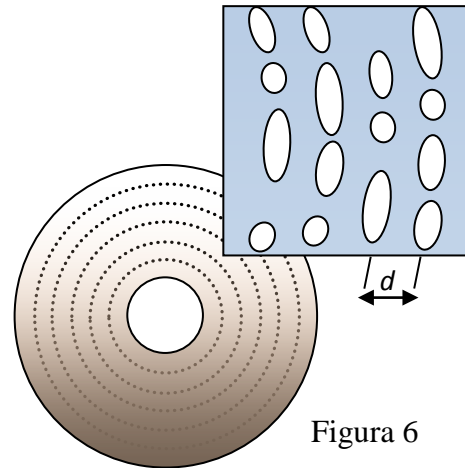

Figura 6
Als discs òptics (CD, DVD o blu-ray), com el que es mostra a la figura 6, la informació s'emmagatzema digitalment mitjançant una sèrie de petites cavitats de centenars de nanòmetres de longitud, distribuïdes en pistes o solcs separats una distància  $d$  de mida micromètrica. Si s'extreu la capa de pintura metàl·lica del disc, i aquest s'il·lumina amb un làser, el disc es comporta com una xarxa de difracció de transmissió, de forma que la distància entre esclatxes  $d$  ara és en realitat la distància entre les pistes. La figura de difracció que s'observa sobre una pantalla consisteix en un conjunt de punts brillants (màxims) situats al voltant d'un de principal més brillant. A partir de la distància entre el màxim principal i el primer secundari  $\Delta x$ , la longitud d'ona del feix làser  $\lambda$ , la distància  $D$ , i aplicant la fórmula (2) es pot determinar la distància  $d$  entre pistes: